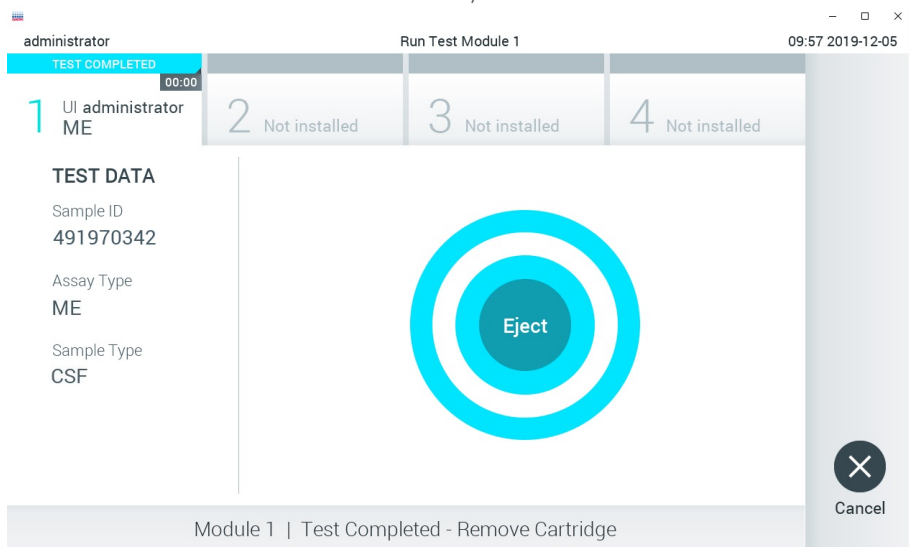

Figura 15. Exibição da tela Eject (Ejetar).
9. Após a conclusão da execução do teste, a tela Eject (Ejetar) aparecerá (Figura 15), e a **barra de status dos módulos** exibirá o resultado do teste de uma das seguintes formas: